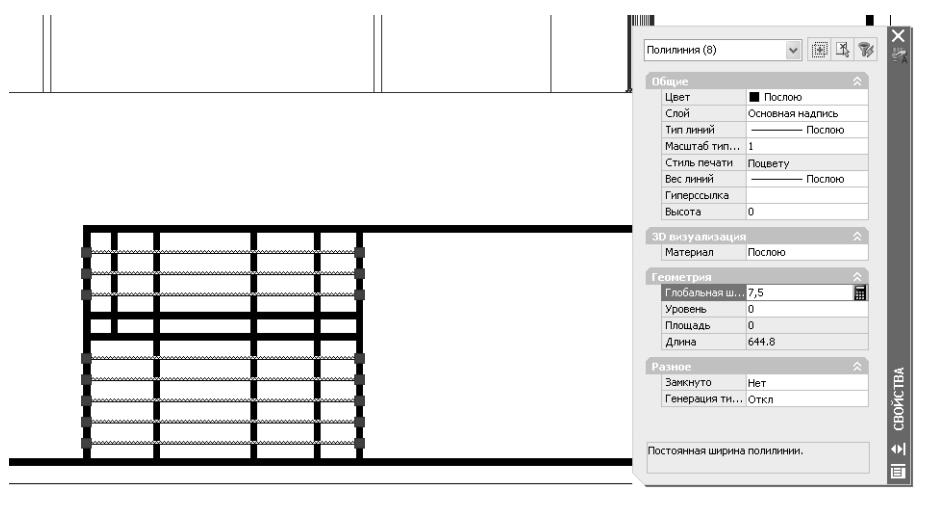

Рис. 10.24 ▼ Изменение ширины выбранных полилиний с помощью палитры **Свойства** (Properties)
11. Используя те же методы и инструменты AutoCAD, начертите горизонтальную полилинию, состоящую из одного сегмента, используя режим привязки **Точка отслеживания** (Temporary track point) от левого нижнего угла рамки с отступом по вертикали 50 мм (рис. 10.24).
13. Обрежьте вертикальную линию, созданную последней, выбрав в качестве секущей шестую сверху горизонтальную линию. Щелкните на всех горизонтальных линиях, созданных в п. 12, кроме пятой и шестой сверху, для их выделения, а затем с помощью палитры **Свойства** (Properties) установите для них значение параметра **Глобальная ширина** (Global width) в разделе **Геометрия** (Geometry) равным 7.5 мм (рис. 10.24).